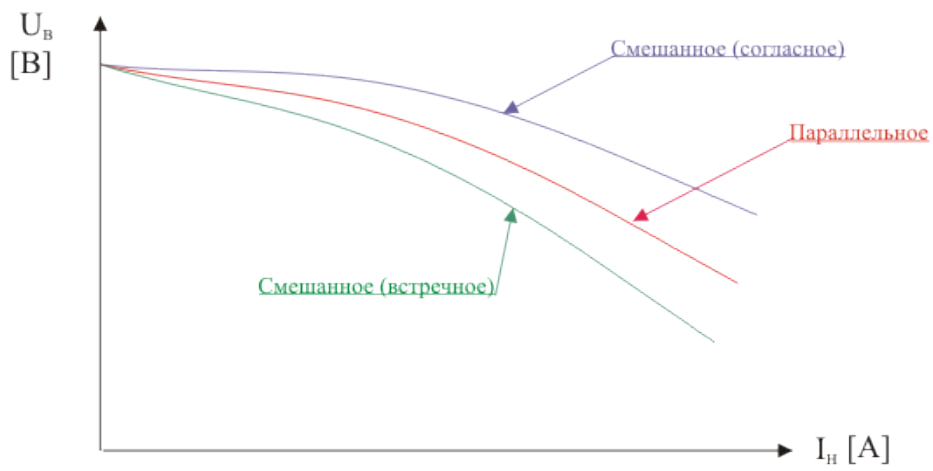

РИС. 2
4. По данным таблицы 2 построить внешние характеристики $U = f(I_H)$ (см. рис.2),
10. По данным таблицы 2 построить рабочие характеристики $n = f(P_2)$, $\eta = f(P_2)$ (примерный вид характеристики показан рис.2);